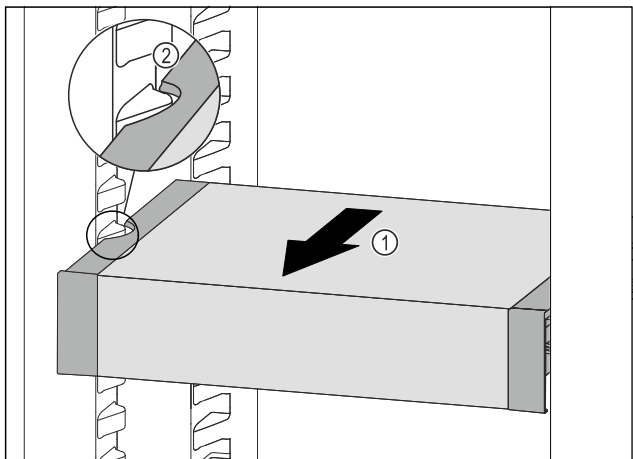

Fig. 108
- ▶ Изтеглете VarioSafe напред Fig. 108 (1), докато страничните прорези на VarioSafe се намират на височината на реброто на съда в хладилната част. Fig. 108 (2)